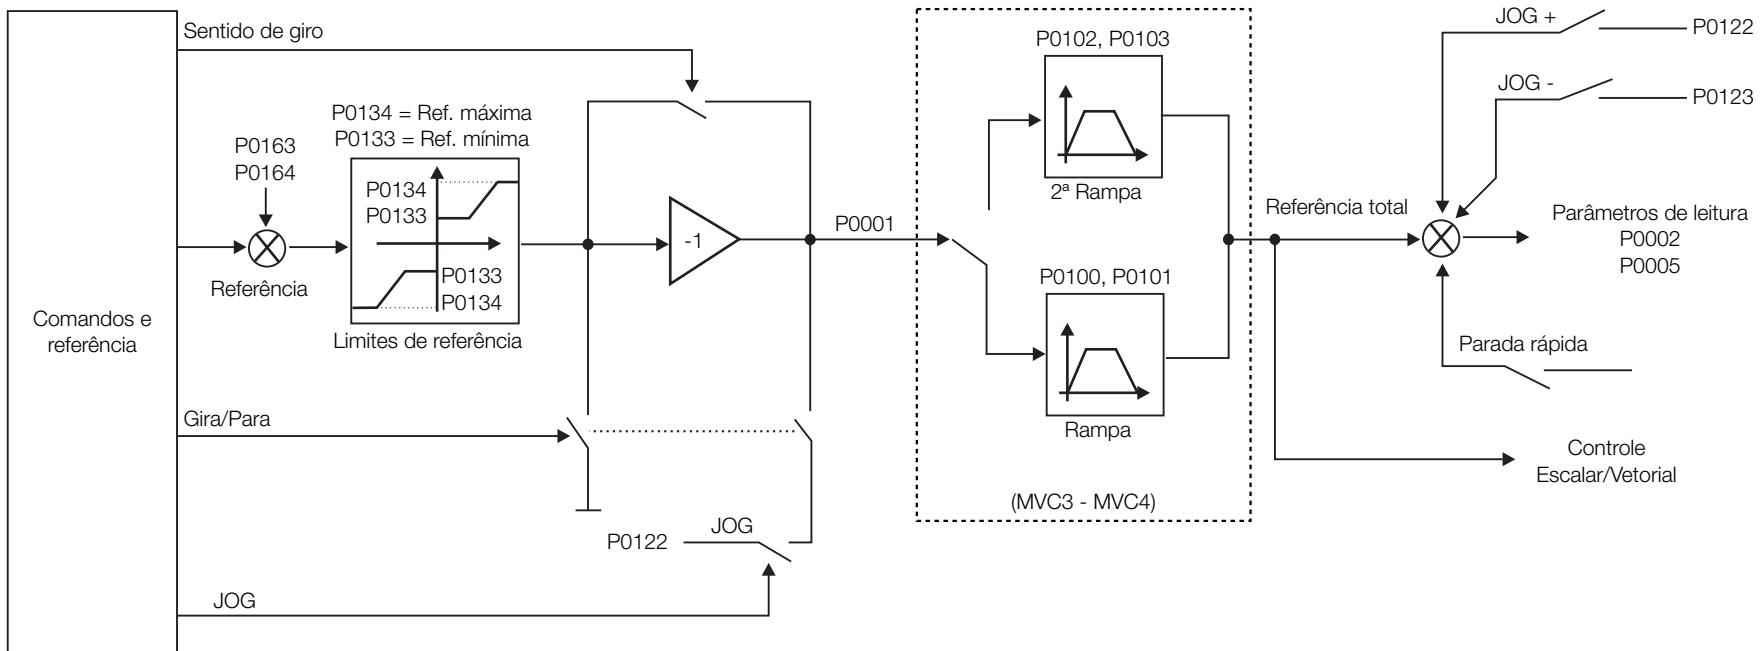

Figura 5.24: Diagrama de blocos da referência de velocidade
- Consulte a Figura 5.24 na página 5-41.